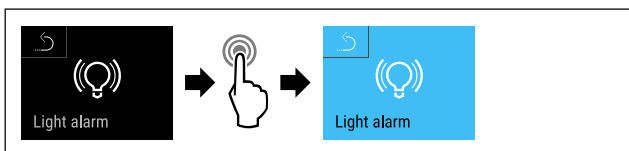

Fig. 151
- ▶ Suivre les étapes (voir Fig. 151).